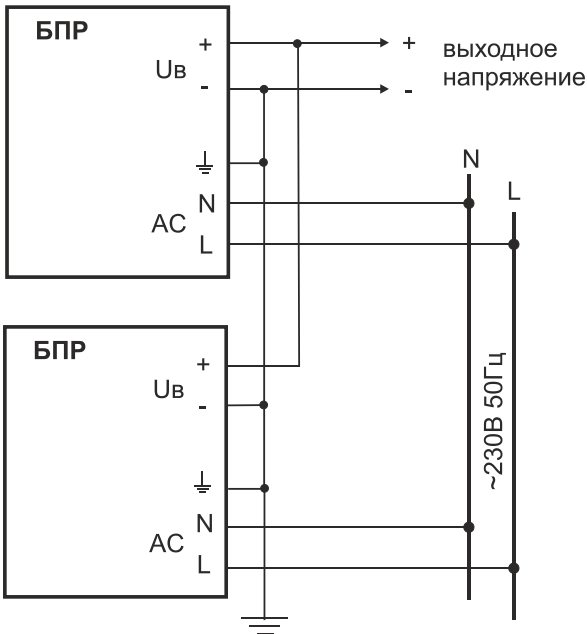

**Рис.4** Схема подключения
- для дистанционной сигнализации о текущем состоянии подключить БПР к адресному шлейфу ДОЗОР-1А или к шлейфу сигнализации любого прибора. Подключение БПР к прибору ДОЗОР-1А приведено на рис. 4.